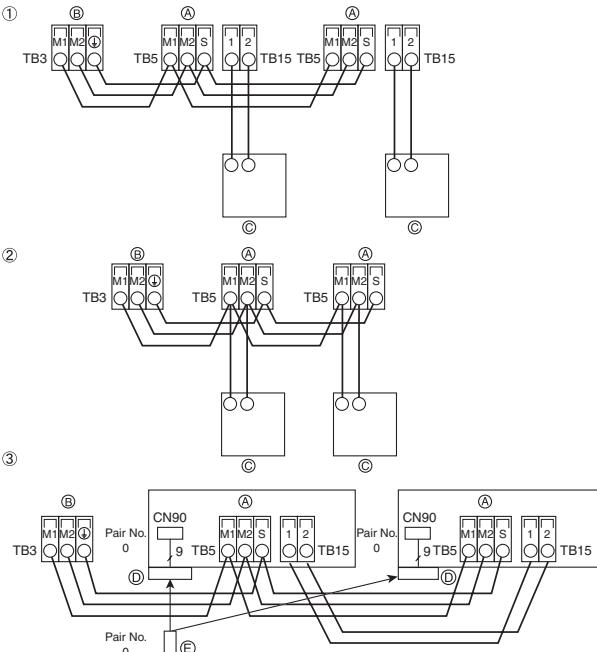

Fig. 4-3
4.2. Anschluß der Fernbedienungs-, Innen- und Außenübertragungskabel (Fig. 4-3)
- ① MA-Fernbedienung
- ② M-NET-Fernbedienung